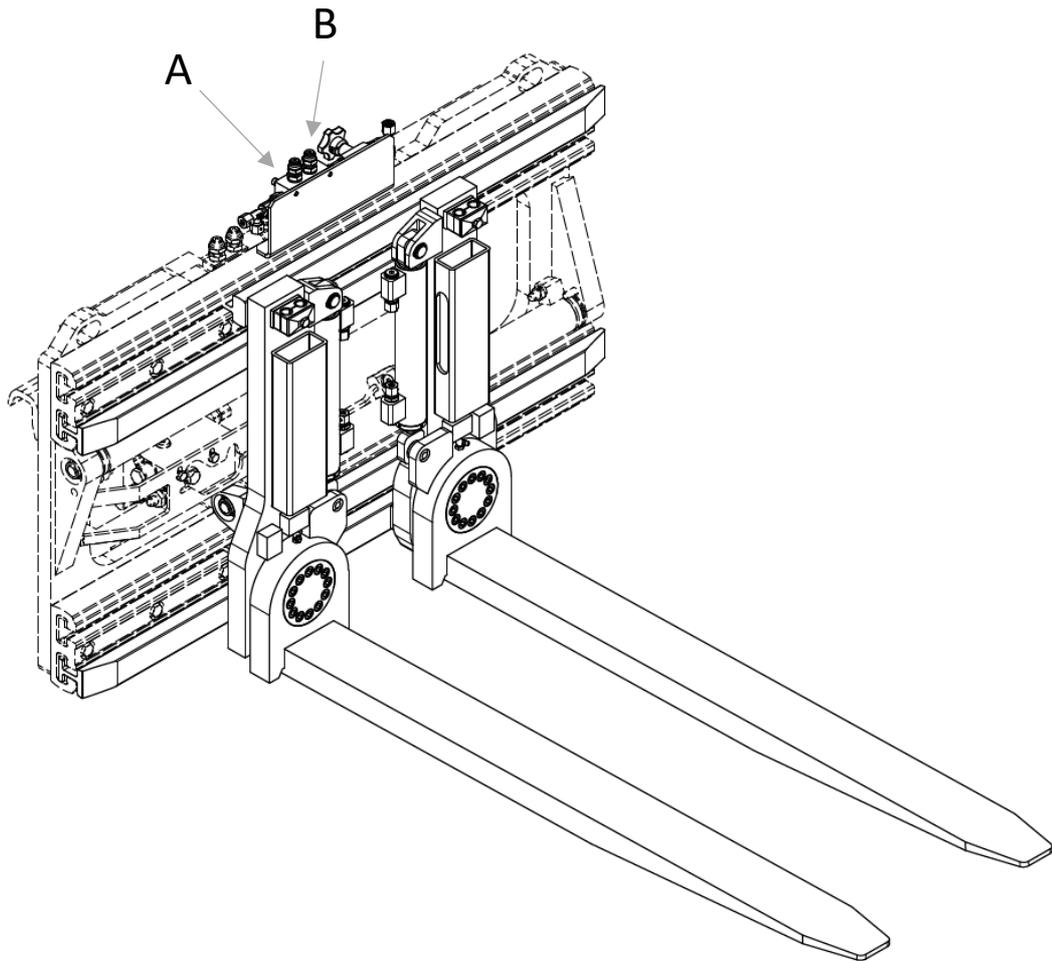

Figure 17
1. Raccorder les tuyaux du chariot à l'alimentation des fourches A et B comme illustré à la Figure 17.
2. Le raccordement de l'installation A et B comme indiqué sur la Figure 17 doit être effectué de la manière suivante :